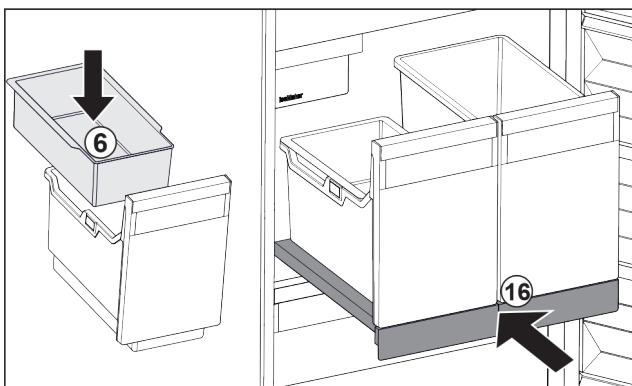

Fig. 48
- Встановити підвісний лоток Fig. 48 (6) для кубиків льоду.
- Вставить витяжну панель з резервуаром (IceTower). Fig. 48 (16)